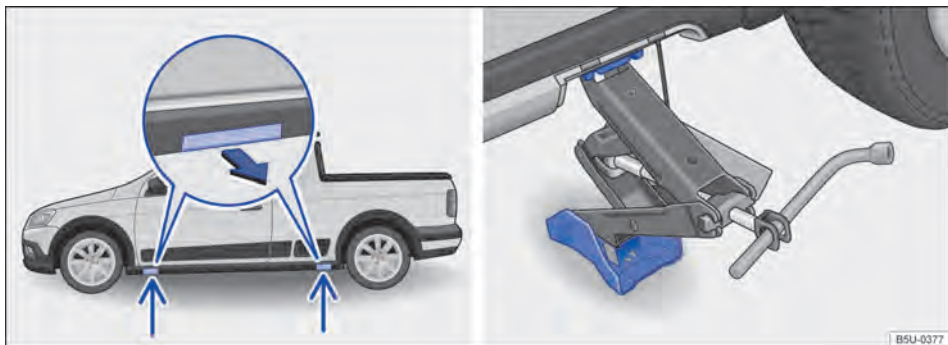

Fig. 222 Pontos de apoio do macaco e macaco posicionado no lado esquerdo traseiro do veículo - veículos com soleiras externas.
O macaco somente pode ser posicionado nos pontos de apoio indicados (cobertura removível) → Fig. 222. É válido o ponto de apoio localizado próximo à roda correspondente → ⚠.
7. Desencaixar a cobertura de acesso ao ponto de apoio do macaco, no sentido da seta → Fig. 222.
9. Garantir que a base do macaco, com toda sua superfície, esteja sobre o chão e que a base se encontre perpendicularmente abaixo do ponto de colocação → Fig. 222.
10. Alinhar o macaco e, simultaneamente, levantar a garra do macaco até ela se encaixar na travessa debaixo do veículo → Fig. 222.
- Posicionar o macaco somente nos pontos indicados. A garra do macaco deve se encaixar no perfil da longerina de forma segura → Fig. 222.